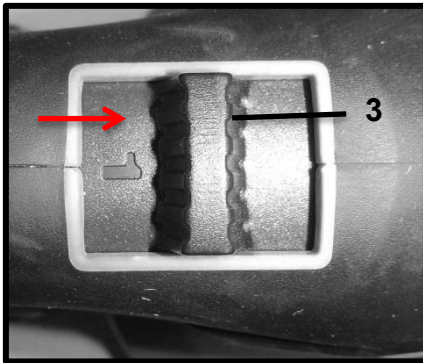

Рис.10
- Установите переключатель скорости (3) в положение "1" или "2" ("1" – низкий воздушный поток, "2" – высокий воздушный поток) Рис.10,10а.
Рис.10а